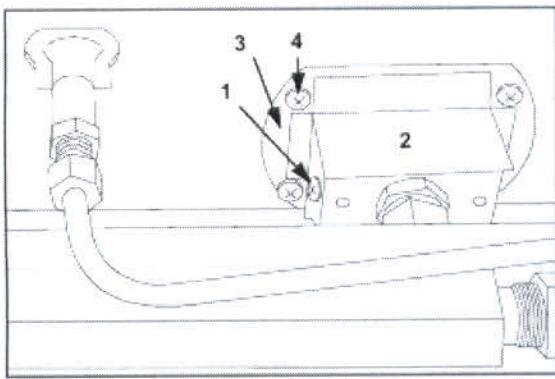

Рис.16 (Замена верхней и нижней горелки)
- Отсоедините воздушный клапан с горелки (Рис.16), открутите винты (Рис. 16) и снимите его;
- Открутите 4 винта (Рис.16), снимите горелку (Рис.16-№3) и замените её на исправную;